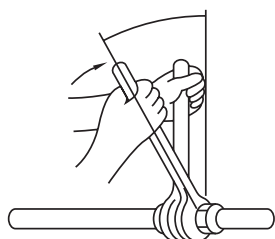

Fig. 5-8
- Påfør et tynt lag med kjøleanleggsolje på rørets seteoverflate. (Fig. 5-8)